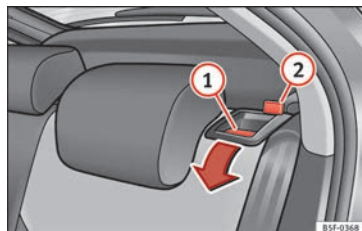

Fig. 154 Leva di sblocco dello schienale.
- Premere la leva di sblocco » fig. 154 ① nella direzione indicata dalla freccia.
- Sollevare lo schienale fino a farlo incastrare » ⚠. Se lo schienale è ben fissato, la tacca rossa del perno » fig. 154 ② non risulta più visibile.